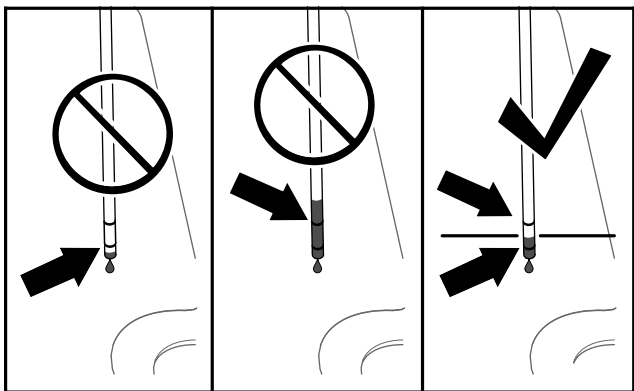

Figura 83
6. Retire la varilla y compruebe el nivel de fluido (Figura 83).
7. Si el nivel de fluido está por debajo de la marca inferior de la varilla, añada el fluido hidráulico especificado por el tubo de llenado (Figura 83) hasta que vea que el nivel de fluido se encuentra entre las 2 marcas de la varilla.
8. Añada el fluido hidráulico especificado por el tubo de llenado hasta que vea que el nivel de fluido se encuentra entre las 2 marcas de la varilla (Figura 83).